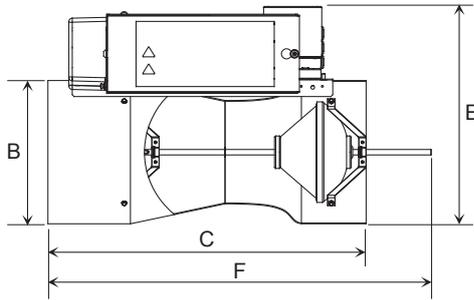

図3 外形寸法図 単体バルブ (mm)
*2 単体バルブの寸法Gは、『図3 外形寸法 単体バルブ (mm)』でのコントローラボックスからバルブボディ端までの奥行き寸法を示します。